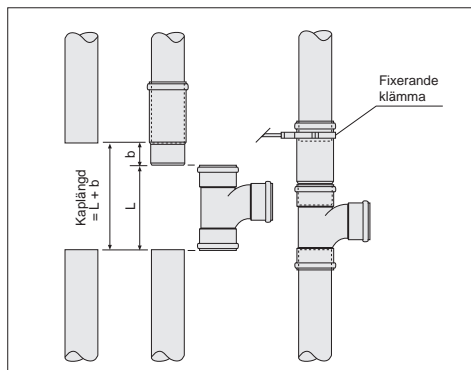

Bild 25: Förgrening med hjälp av förgreningsrör med muff och anslutnings-/expansionsrör
4. Rörets trycks ända in till muffens installationsmärke. Förgreningar från ett befintligt Uponor-inomhusavlopp görs enkelt med hjälp av expansionsrör, bild 25 och 26. Beakta rörsystemets värmeutvidgning när förgreningar och anslutningar görs. Expansionsröret ska fixeras på rätt plats med en fixerande klammer som fungerar som fixpunkt.